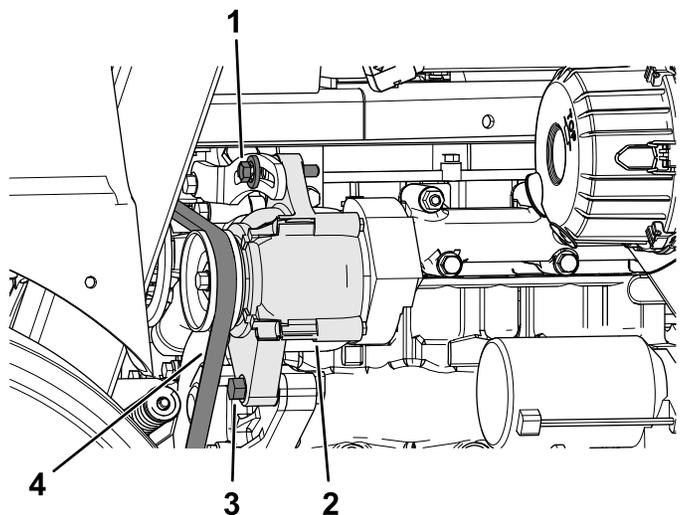

図 88
5. オルタネータのピボットボルトとロックボルトをゆるめる 図 88。
7. 調整ができたならオルタネータのロックボルトを締め付ける 図 88。
8. オルタネータのピボットボルトを締め付ける 図 88。